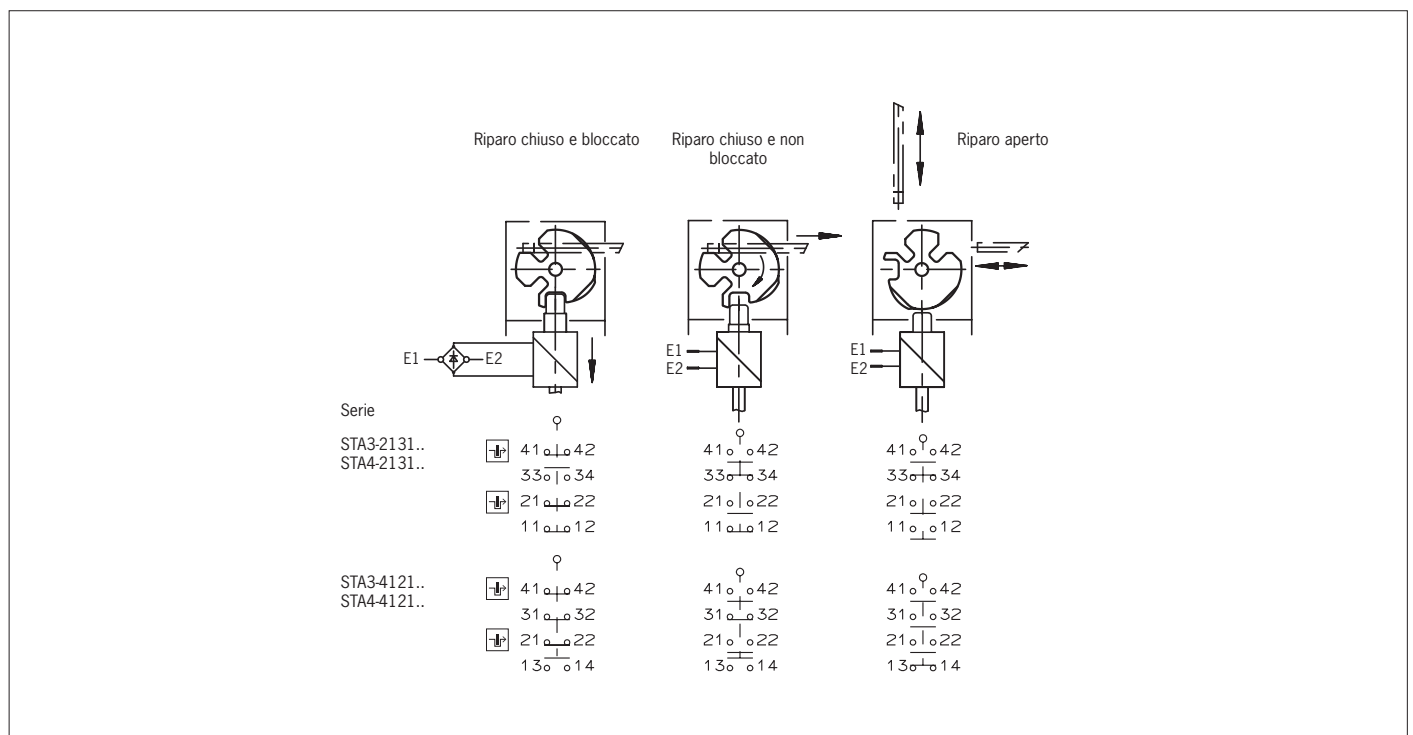

Fig. 3: Microinterruttori e commutazioni
Occorre utilizzare almeno un contatto ☞. Si possono usare anche contatti con il simbolo ☞ (per la disposizione dei contatti vedere Fig. 3).
2. Collegare e serrare i morsetti con una coppia di 0,5 Nm (per la disposizione dei contatti vedere Fig. 3).